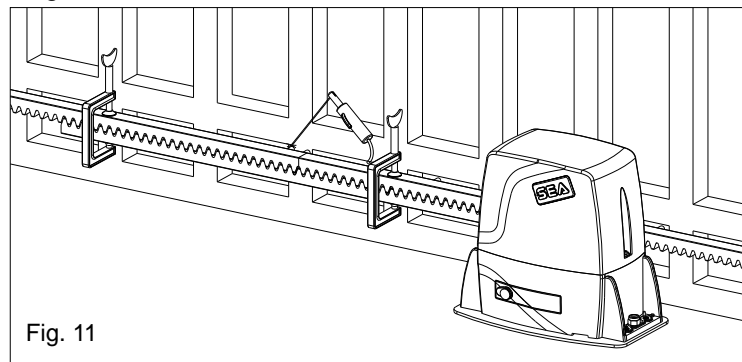

Fig. 11
**6.4.** Controlar que todos lo elementos de la cremallera resulten perfectamente alineados y posicionados correctamente (dentaduras en fase). Se aconseja de contraponer a dos elementos sucesivos un tercer elemento como indicado en la Fig. 11;